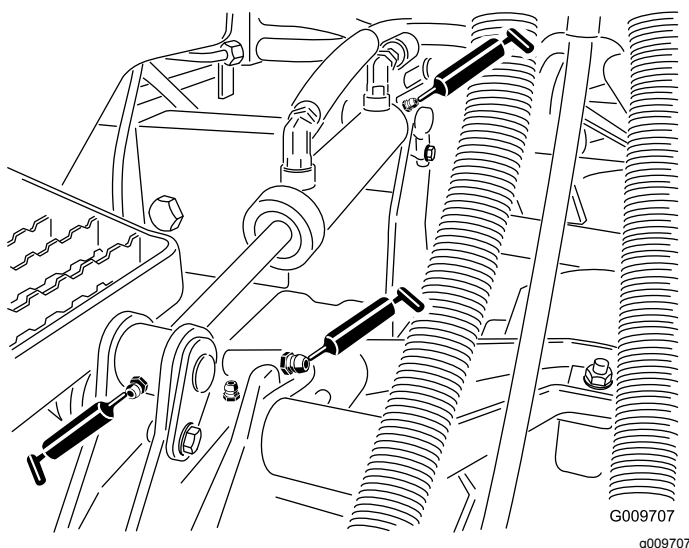

図 46
- 昇降アームのブッシュカuttingユニット 1 台に 1 ヶ所 図 46
- 昇降シリンダのブッシュデッキ 台に 2 ヶ所 図 46